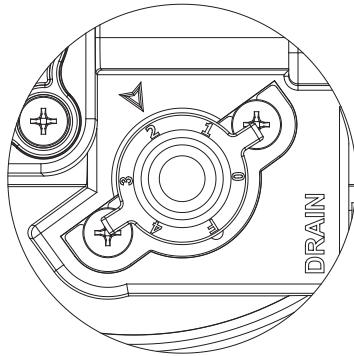

Figura 13
- Una vez que el aire haya sido purgado del sistema, girar el cilindro de drenaje para la posición de servicio # 2 (ver Figura 13). El tanque de almacenamiento seguirá llenando con agua.
Consejos útiles: Tanto en la posición de descarga rápida como en la posición #2, las tuercas del cilindro de drenaje están alineadas con los tornillos de montaje. Para hacer más fácil la identificación de las posiciones, hay una prominencia en la posición "F". (Ver Figura 13)